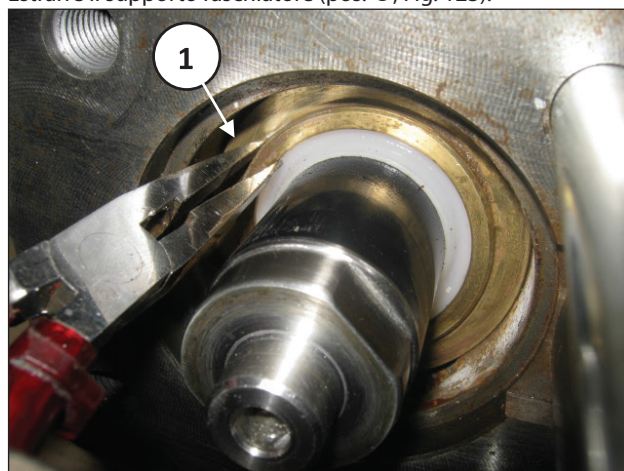

Fig. 123
Estrarre il supporto raschiatore (pos. ①, Fig. 123).